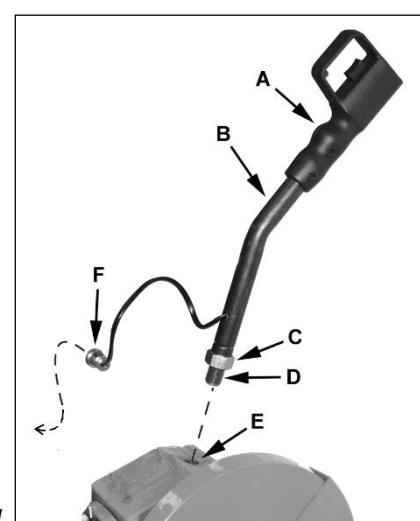

Рис. 1
Завинтите резьбовую часть (D, Рис. 1)
Загорится зеленая лампа подачи питания (Y). Запустить станок можно нажав пальцем пусковую кнопку на управляющей ручке (A, Рис.1). Чтобы остановить станок, отпустите пусковую кнопку. Насос подачи СОЖ запускается вместе с главным двигателем, дождитесь достаточного потока СОЖ, прежде чем начать резание.